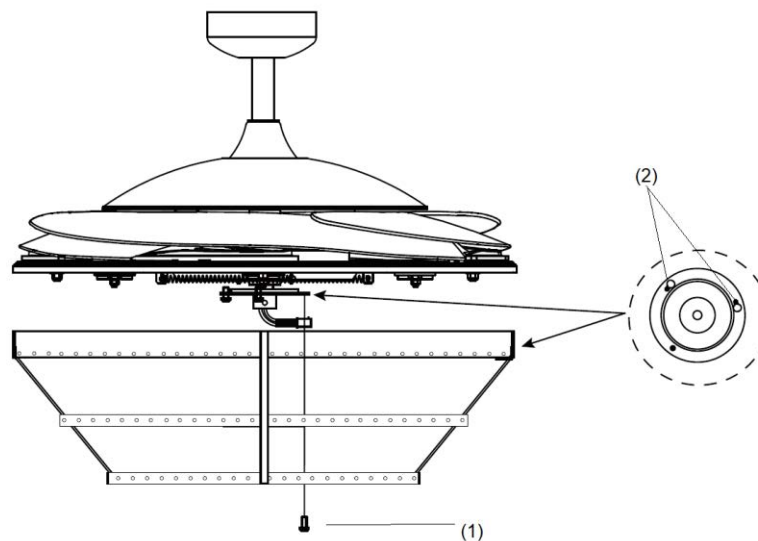

Abb. 6
### INSTALLATION DES BELEUCHTUNGSSETS (Abb. 6 und 7)
1. Lösen Sie die Schraube (1) an der Ventilatorhalterung. Richten Sie die zwei Schlitzschrauben an den Schlüsselloch-Schlitten (2) der Leuchtenhalterung aus. (Abb. 6)
2. Drehen Sie das Beleuchtungsset gegen den Uhrzeigersinn, bis die Schlitzschrauben fest am Ende der Schlitten sitzen (2).
3. Fixieren Sie die Schraube (1) an der Halterung des Lampenschirms. Ziehen Sie alle drei Schrauben fest. Überdrehen Sie die Schrauben nicht.